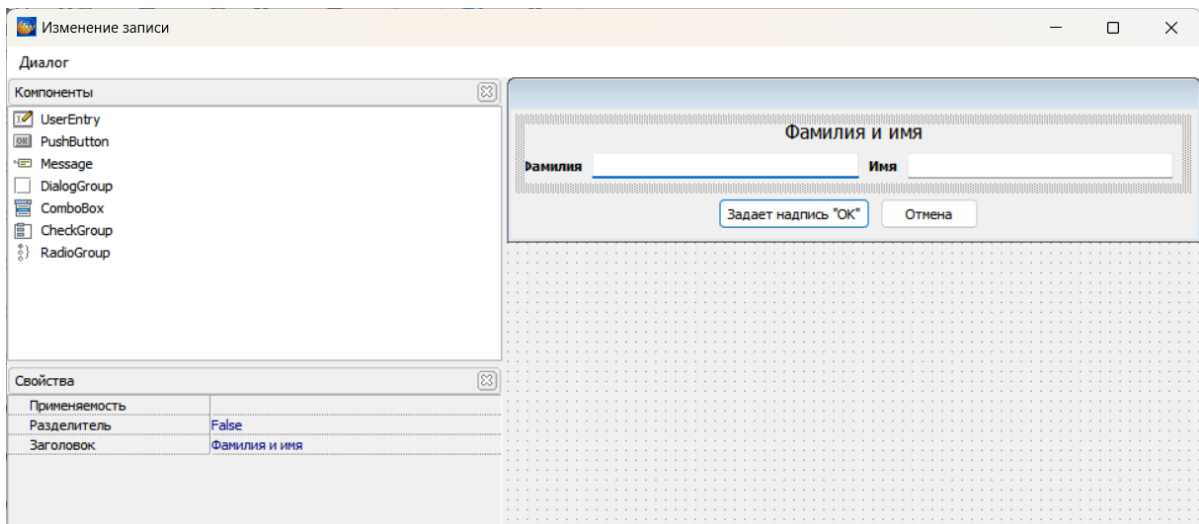

Рисунок 611
- 4) Свойство **Разделитель** определяет будет ли отделен компонент **DialogGroup** от других компонентов диалога. Свойство может принимать два значения, которое выбирается из выпадающего списка: True – разделитель будет, False – разделителя не будет (рисунок 611).